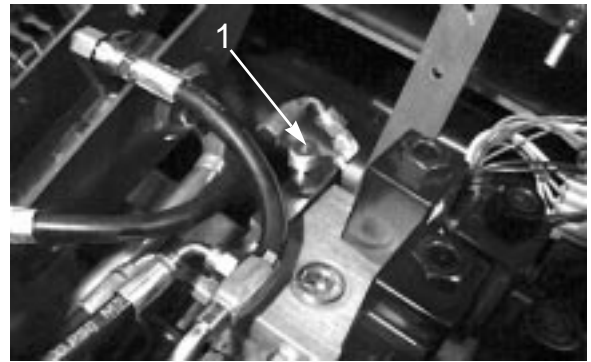

図 55
本機のカッティングユニット昇降回路にはフローコントロールバルブ（図55）があり、出荷時に 約3回転の開度に調整されていますが、作動油温度、作業速度などにより調整が必要になる場合があります。以下の手順で調整します：
1. 座席を上げ、センター・プルフレーム用フローコントロールバルブを露出させる（図55：油圧マニホールドの隣にある）。